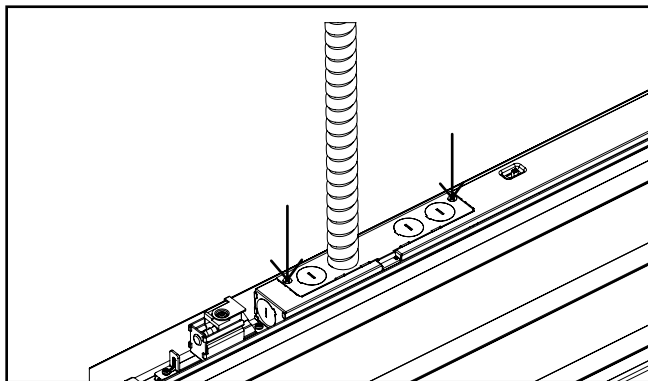

Figura 15.
10. Cubra los cables con la placa de acceso y vuelva a colocar los tornillos para finalizar la instalación (ver Figura 15).